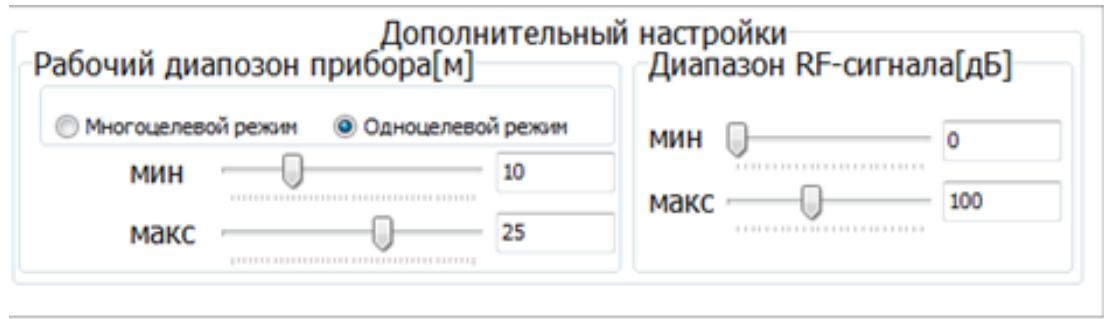

Рис.29 - Поле «**Дополнительные настройки**».
7.7.7 В поле «**Дополнительные настройки**» (рис.29) устанавливается режим работы уровнемера – «**Многоцелевой режим**» или «**Одноцелевой режим**», установкой ползунков вводятся минимальное и максимальное значения измеряемой дистанции, а также диапазон зондирующего сигнала в децибеллах. При изменении минимального и максимального значения измеряемой дистанции (рабочего диапазона прибора) изменяется масштаб окна, выделенного зеленым цветом в левой графической области.